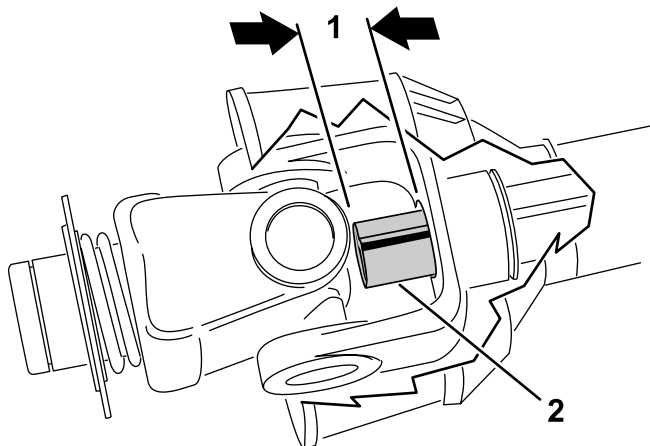

Figure 16
9. Faites coulisser complètement les tubes d'arbre de PDF l'un dans l'autre. Vérifiez que le tube **intérieur** ne dépasse pas dans la partie joint universel du tube extérieur (Figure 16). Si cela se produit, **coupez un peu plus** du tube intérieur pour y remédier. Passez à l'opération suivante.
10. Mesurez la longueur du dépassement du tube intérieur dans la partie joint universel du tube extérieur (Figure 16). Ajoutez cette mesure à la dimension obtenue à l'opération 8.